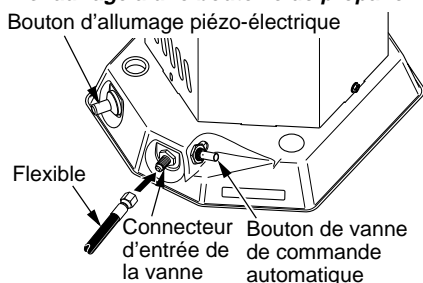

Figure 3 - Emplacement du raccord de tuyau et d'entrée, du bouton de la soupape de réglage automatique et du bouton d'allumage piézo-électrique
2. Branchez le tuyau au raccord d'entrée (voir Figure 3). Resserrez fermement avec une clé.
Figure 3, page 4). Appuyez et relâchez le bouton d'allumage piézoélectrique. Continuez d'appuyer sur le bouton d'allumage piézoélectrique jusqu'à ce que le brûleur s'allume. Appuyez sur le bouton de réglage pendant 10 secondes maximum lors de l'allumage. Si le convecteur ne s'allume pas, relâchez le bouton de réglage et attendez 30 secondes. Répétez l'étape 6 pour démarrer le convecteur. **Note** : Gardez les mains et le visage éloignés de la sortie d'air (près de la partie supérieure de l'enveloppe) du convecteur pendant l'allumage. Après l'allumage, appuyez sur le bouton de réglage pendant environ 30 secondes. Ceci met en marche le système de réglage automatique.